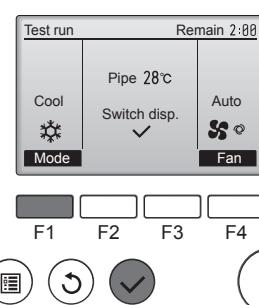

Fig. 7-3
- Drücken Sie die Taste [F1], um den Betriebsmodus umzuschalten. (Fig. 7-3)